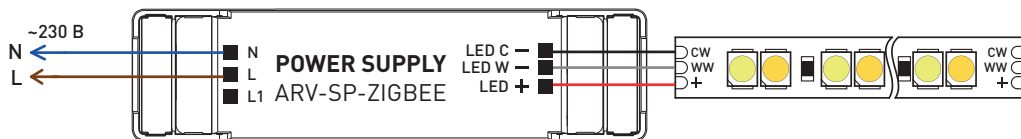

Рис. 2. Схема подключения двухканального источника питания
- Подключите светодиодную нагрузку согласно схеме, поставленной с этой нагрузкой, к выходным клеммам источника питания со стороны **OUTPUT**, строго соблюдая полярность: «общий +» на нагрузку — к «плюсовому» выходу источника (LED+), «холодный белый -» на нагрузку — к «минусовому холодному белому» выходу источника (CW-), «теплый белый -» на нагрузку — к «минусовому теплому белому» выходу источника (WW-) (пример подключения на рис. 2).